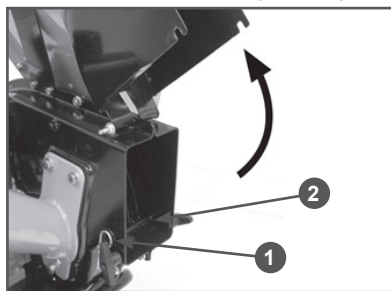

Рис. 18 Разблокировка решетки разгрузочной трубы
3. Открутите на 1-2 оборота барашковые гайки крепления дефлектора и поднимите дефлектор вверх (Рис. 18).
4. Снимите шплинт 1 со штифта 2, который проходит через решетку и корпус разгрузочной трубы (Рис. 18).
5. Извлеките штифт 2 (Рис. 18).
3. Поднимите вверх дефлектор разгрузочной трубы (Рис. 18).